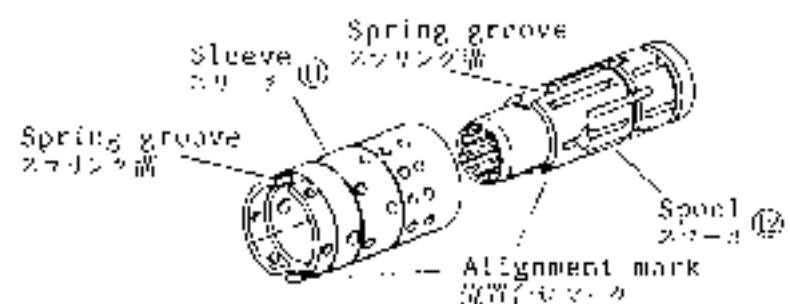

Fig. 15
4. With LOCKTITE #242 applied to the threads of plug ⑲, screw it into the plug hole with a 1/4" Allen key to approx. 1.2 kg.m (8.68 ft-lb) torque, and then, make sure that plug ⑲ is sunk slightly from the end surface of housing ⑩.
5. Insert spool ⑳ into sleeve ㉑ while turning and sliding slowly, and align all the spring grooves. Then, turn the spline of spool ⑳ with fingers to make sure of light turning. When the spool and the sleeve are provided with an alignment mark, bring the marks in alignment. (Fig. 15)
4. プラグ⑲のネジ山にロックタイト#242を塗り、1/4"六角レンチで約1.2kg・mのトルクで締付ける。締付け後、プラグ⑲がハウジング⑩の端面より少し凹むことを確認して下さい。
5. スプール⑳を廻しながら滑らせてスリーブ㉑にはめ、それぞれのスプリング溝が同じ側にくるように組む。組み込み後、スプールのスプライン部を軽くつまんでスリーブ㉑内で軽く廻ることを確認して下さい。また、スプール、スリーブ㉑の一部は、位置合わせマークのついているものがあるのでその場合は、マークを確認して位置を合わせる。(Fig. 15)